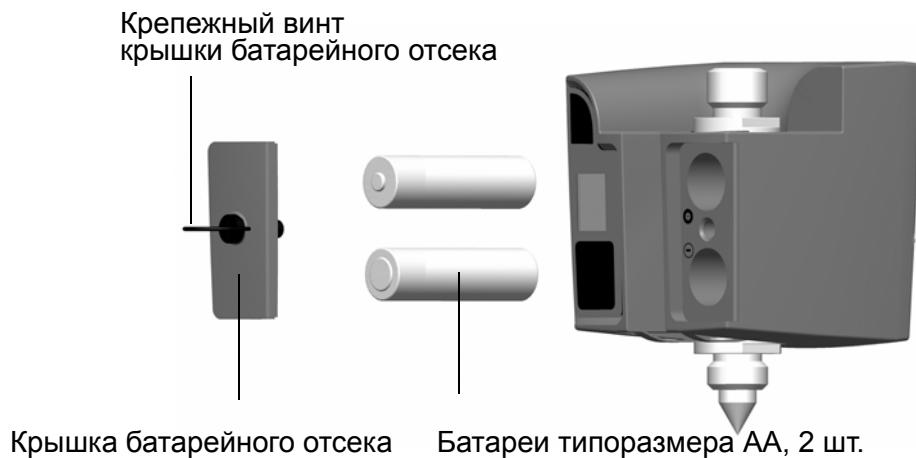

Рисунок 6.7. Замена батарей идентификатора цели
- Установите на место и зафиксируйте крышку батарейного отсека, повернув крепежный винт на четверть оборота по часовой стрелке. См. рис. 6.7